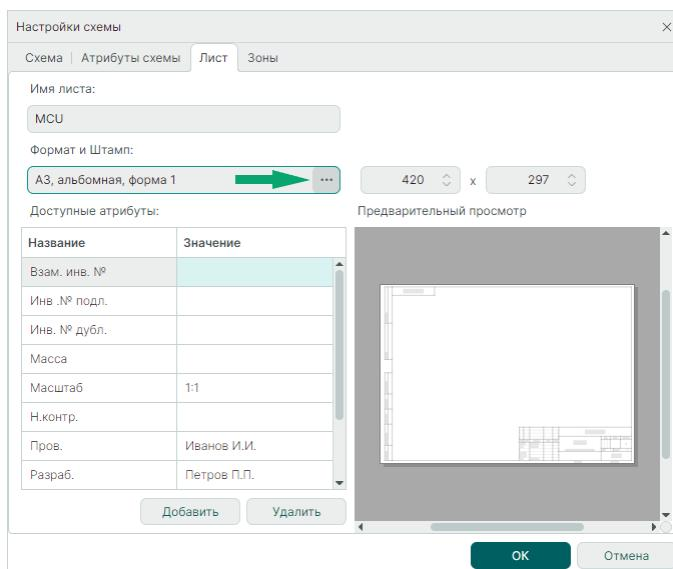

Рис. 17 Вызов окна «Формат и штамп»
4. Вызовите окно «Формат и штамп», нажав на символ «•••» в поле «Формат и штамп», см. Рис. 17.